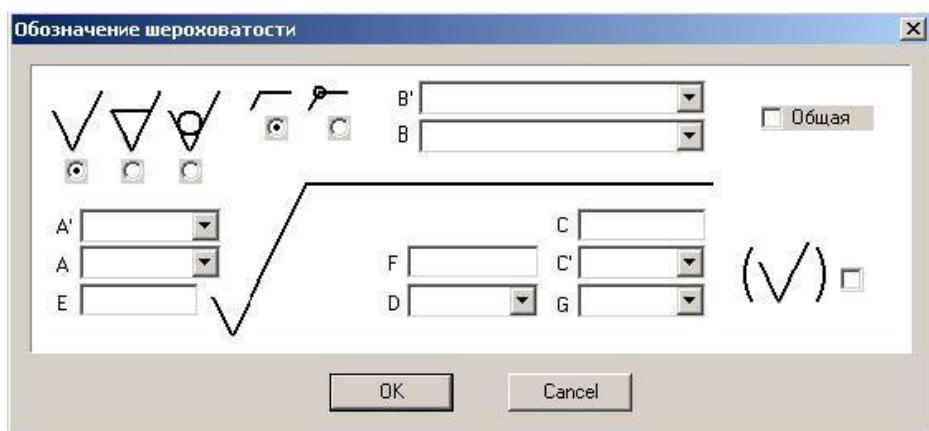

Рисунок 12. Меню "Обозначение шероховатости"
- Нажмите кнопку "Обозначение шероховатости поверхности". Появиться меню "Обозначение шероховатости" (рис. 12) на панели "Символы".
- Появившимся меню "Обозначение шероховатости" (рис. 12), в окне "A" вводим с клавиатуры значение шероховатости **Rz 20**.
- Нажатием левой кнопки мыши устанавливаем флагки в графе "Общая" и пиктограмме , меню "Обозначение шероховатости" (рис. 12).
- Нажимаем кнопку **Ok** меню "Обозначение шероховатости" (рис. 12). В верхнем правом углу чертежа появиться знак общей шероховатости.
- Нажмите кнопку "Обозначение шероховатости поверхности" либо правую кнопку мыши. Появиться меню "Обозначение шероховатости" (рис. 12).
6. Убираем флагки  в графе "Общая" и пиктограмме , меню "Обозначение шероховатости" (рис. 12).
7. Появившимся меню "Обозначение шероховатости" (рис. 12), в окне "A" нажимаем кнопку , в появившемся списке шероховатостей выбираем шероховатость **Rz 40**.
8. Нажимаем кнопку **Ok** меню "Обозначение шероховатости" (рис. 12).